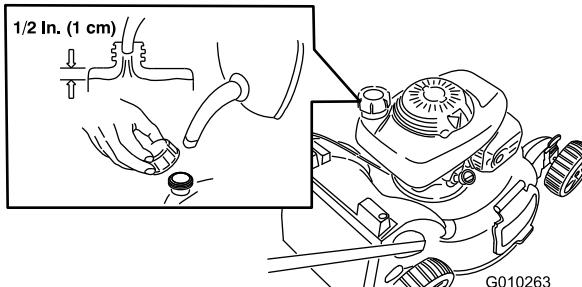

Bild 13
1. Reinigen Sie den Bereich um den Tankdeckel und nehmen den Deckel ab (Bild 13).